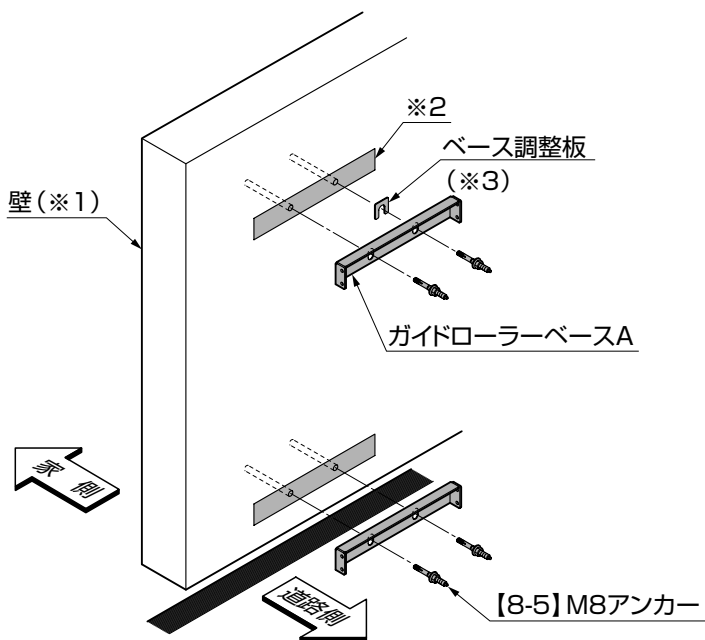

図4-5
- ③ガイドローラーベースAを所定の位置に合わせた状態で【8-5】を差込み、芯棒をハンマーなどで叩き込んでください。(図4-5参照)
- ④ナットを締付け、ガイドローラーベースAを固定してください。(図4-5参照)
- 必要に応じてベース調整板(※3)を使用してください。(図4-5参照)